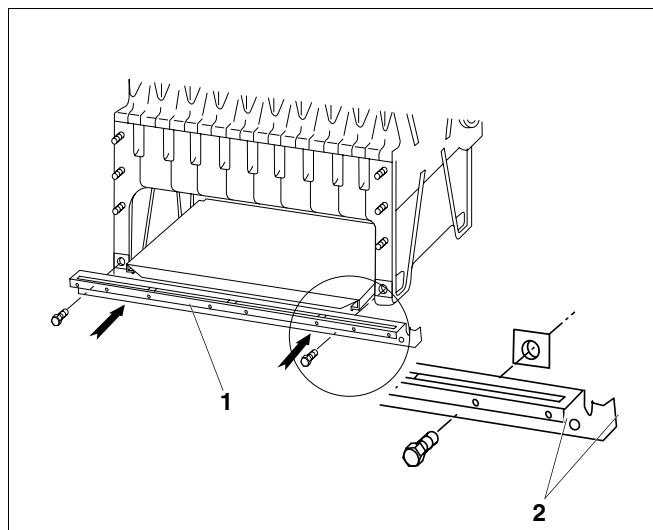

Fig. 38 Montage de la plinthe longitudinale
- Placer les écrous cage M8 aux pieds des éléments d'extrémité avant et arrière. Visser la plinthe longitudinale (fig. 38, **pos. 1**) sur les éléments d'extrémité avant et arrière sans serrer, avec des vis à tête hexagonale M8 x 35. Le dépassement (fig. 38, **pos. 2**) de la plinthe longitudinale est situé sur la face avant de la chaudière (côté raccordement hydraulique).